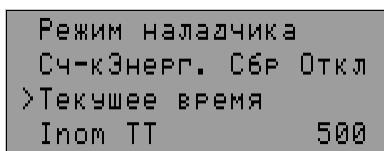

Рисунок 5.8 – Режим Уровень наладчика
- 2) кнопками **ВВЕРХ** или **ВНИЗ** последовательно набрать три цифры пароля наладчика от 1 до 9, разделяя набор нажатием кнопки **Запись**. Если пароль неверен, то УБЗ-305М возвратится в состояние **Просмотр измеряемых и вычисляемых параметров**. При вводе правильного пароля УБЗ-305М перейдет в режим **Уровень наладчика** (рис. 5.8).
- кнопками **ВВЕРХ** или **ВНИЗ** выбрать параметр (рис. 5.8);